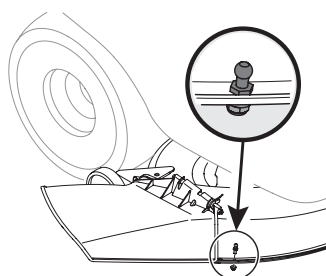

Figura 21
- Instale el pasador esférico (711-04069) del paquete de herramientas 689-02201 en el orificio de la parte delantera de la plataforma de la segadora y fíjelo con la contratuercas de brida incluida (712-04064). Ver Figura 21.